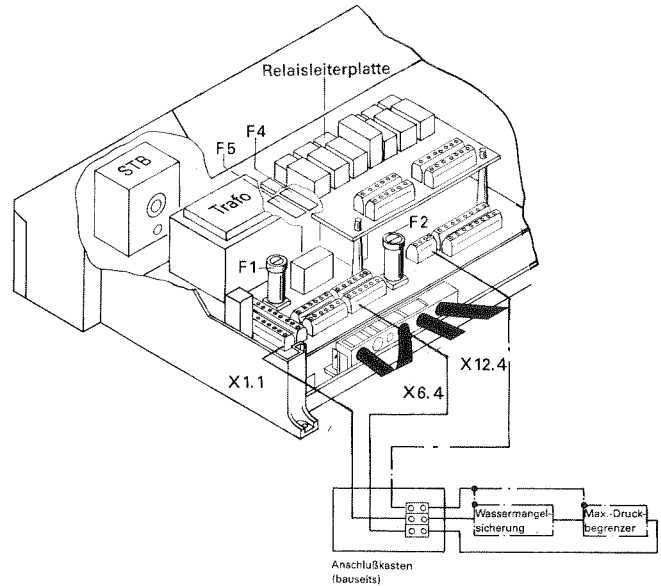

Abb. 4.23
3. Zusätzliche Sicherheitseinrichtungen an den Klemmen „X1.1“ und „X6.4“ anschließen (Abb. 4.23). Beim Anschluß mehrerer Sicherheitseinrichtungen müssen diese als Reihenschaltung an den Klemmen „X1.1“ und „X6.4“ angeschlossen werden.
Im Anschlußraum der Regelung befinden sich die Anschlußklemmen (Abb. 4.23) für den „Anschluß zusätzlicher Sicherheitseinrichtungen“.